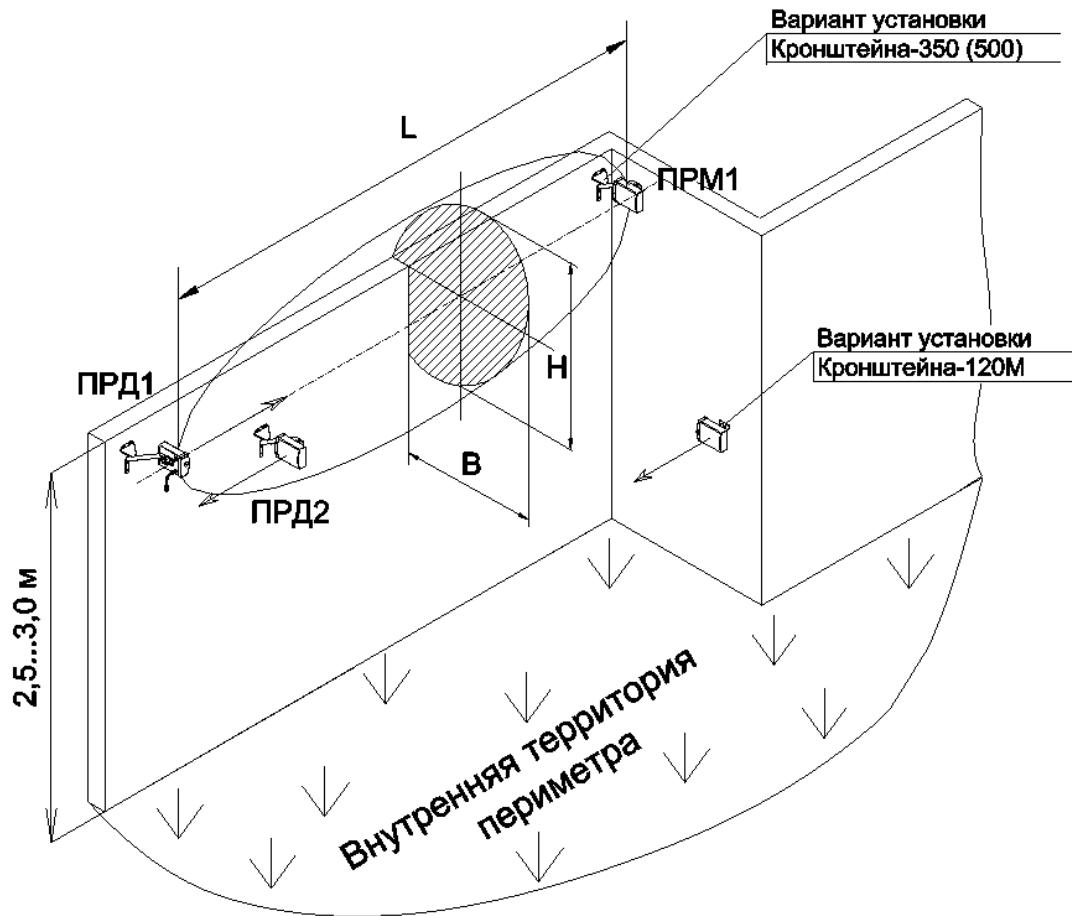

Рисунок 2.8 – Пример установки извещателя с применением выносных кронштейнов 500, 350, 120М
– КРОНШТЕЙН-500 (вынос 500 мм) рекомендуется применять, если верх заграждения «закрыт» средствами физической защиты (АСКЛ, АКЛ и т.п.) (см. рисунок 2.8);
– КРОНШТЕЙН-350 (вынос 350 мм) рекомендуется применять, если по верхней части заграждения отсутствуют средства физической защиты (см. рисунок 2.8).